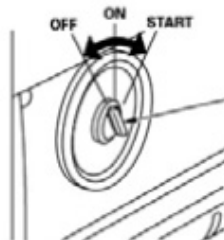
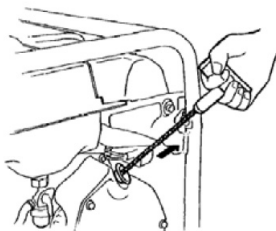

Fig. 2
Fig. 3
- Per un avviamento manuale, posizionare la chiave su "ON" (fig.2) e successivamente tirare vigorosamente la leva di avviamento (fig. 3). Potrebbe essere necessario ripetere l'operazione.